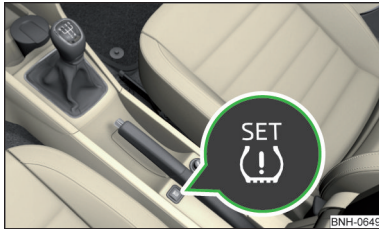

Abb. 219
- › Die Symboltaste  » Abb. 219 drücken und gedrückt halten.